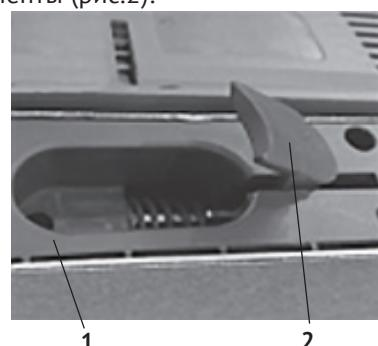

рис.2
На правой плоскости лентодержателя (рис.2 поз.1) шлифмашины стрелкой указано направление движения шлифовальной ленты.
1.10 Замена ленты осуществляется просто и быстро, используя рычаг натяжения (рис.2 поз.2), расположенный на правой стороне инструмента, в проёме правой плоскости лентодержателя (рис.2 поз.1).
#### 2.2.1 Установка (замена) шлифовальной ленты (рис.2):
- перевести рычаг натяжения ленты (рис.2 поз.2) вперёд до упора (при этом ведомый ролик сместится назад, к ведущему);